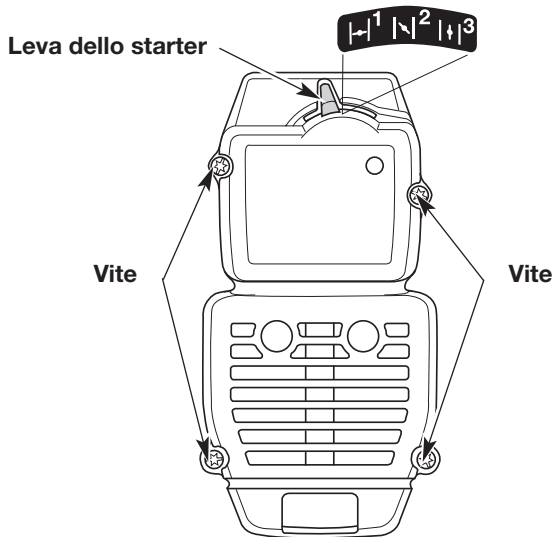

Fig. 21
NOTA: La leva dello starter deve essere in posizione 2 (Fig. 21) per consentire l'estrazione del carter del filtro dell'aria/tubo di scappamento.
2. Togliere le quattro (4) viti tenendo fermo il filtro dell'aria/tubo di scappamento (Fig. 21). Utilizzare un cacciavite a lama piatta o a punta Torx n°T20.
NOTA: La leva dello starter deve trovarsi in posizione 2 (Fig. 21) per consentire il riposizionamento del carter del filtro dell'aria/tubo di scappamento.
2. Inserire le quattro (4) viti nei fori del carter del filtro dell'aria/tubo di scappamento (Fig. 21) e chiuderle mediante un cacciavite a lama piatta o a punta Torx n°T20. Non serrare troppo o esercitare pressione.